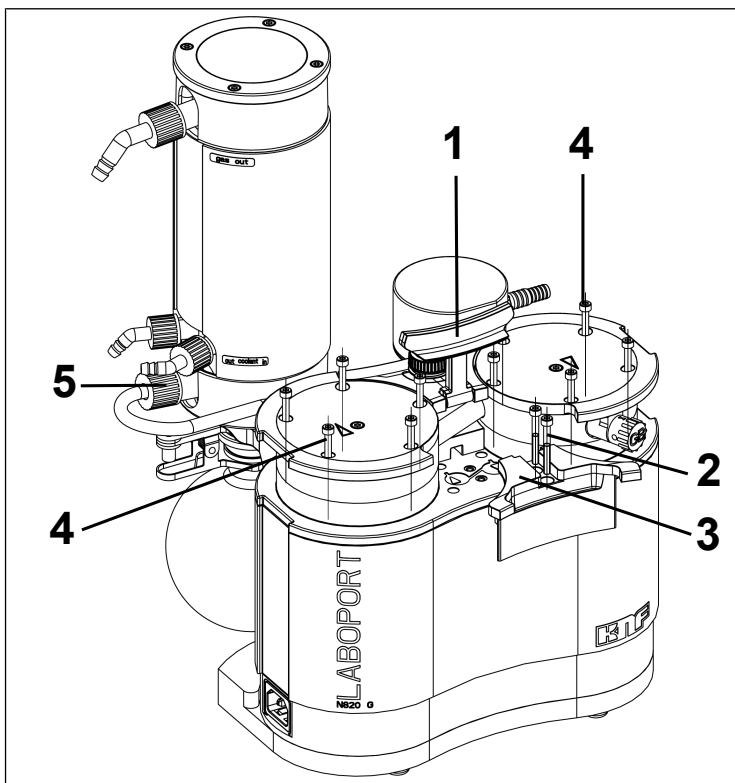

Afb.10: Slangverbinding losdraaien
1. Draai de wartel van de slangverbinding (1/Afb. 10) op de afscheideradapter los.
i Gebruik voor het losdraaien van de wartelbevestiging aan de afscheideradapter (1/Afb. 10) indien nodig een steeksleutel SW14.
10. Schroef de wartel van de slangverbinding afscheider (1/Afb. 10) op de afscheideradapter er tot aan de aanslag in.
i Gebruik voor het aanhalen van de wartel van de slangverbinding afscheider (1/Afb. 10) indien nodig een steeksleutel SW14